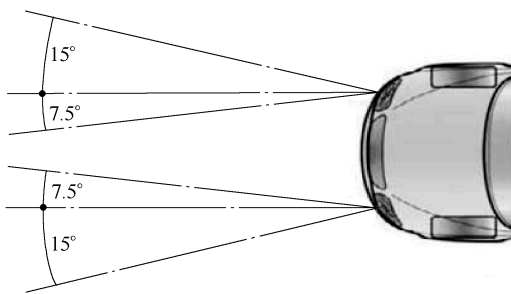

图 5-4-35 照明范围
2) 照明范围(弯道内侧 15°, 外侧 7.5°), 如图 5-4-35 所示。